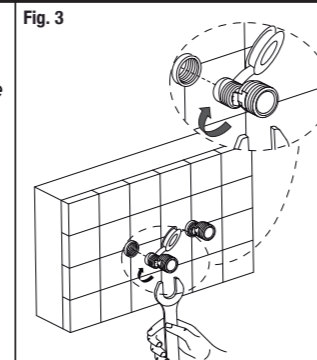

Fig. 3
- Roscar las excéntricas en las tomas de salida de agua de la pared (Fig. 3).
- Thread S-unions to the water supply pipes (Fig. 3).
- Visser les excéntriques aux prises de sortie d'eau du mur (Fig. 3).